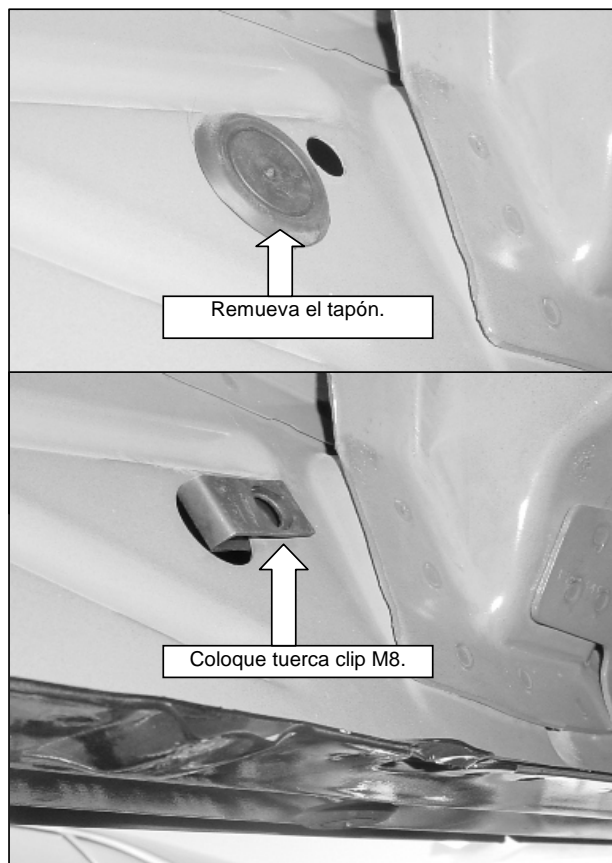

ILUSTRACIÓN 2
4. En modelos **DOBLE CABINA**, localice en la parte delantera y central de la carrocería del vehículo el barreno roscado y tuerca existente. **VER FOTO 1**. Coloque el bracket y fije de acuerdo a la **ILUSTRACIÓN 1**. **NOTA: Coloque el espaciador como se muestra en la ilustración 1**. En la parte trasera localice el barreno e inserte una tuerca clip M8. **VER FOTO 2**. Coloque el bracket y fije de acuerdo a la **ILUSTRACIÓN 2**. Repita para el lado contrario.
5. En modelos **CABINA Y MEDIA**, localice en la parte delantera, central y trasera de la carrocería del vehículo el barreno e inserte una tuerca clip M8. **VER FOTO 2.** Coloque el bracket y fije de acuerdo a la **ILUSTRACIÓN 2**.